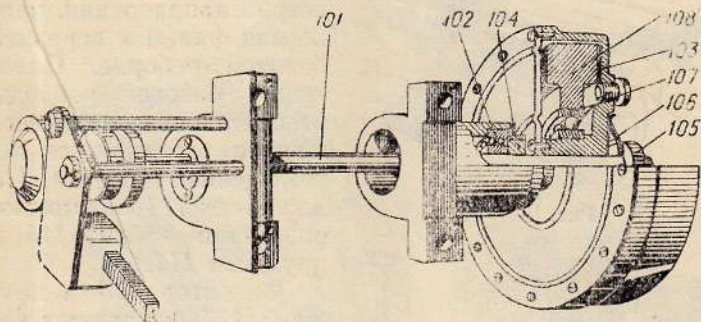

Рис. 14
**Звуковая часть.** Просвечивание оптической фонограммы производится на полем барабане 16 (рис. 4), к которому фильм прижимается прижимным роликом. Вал 101 (рис. 14) барабана вращается в шарикоподшипниках 102. На противоположном конце вала свободно установлен картер 103. Сцепление картера с валом обеспечивается прижимом картера к втулке 104 с помощью гайки 105 и пружинной шайбы 106. Внутри картера на шарикоподшипнике 107 укреплен маховик 108. Пространство между картером и маховиком заполнено маслом.